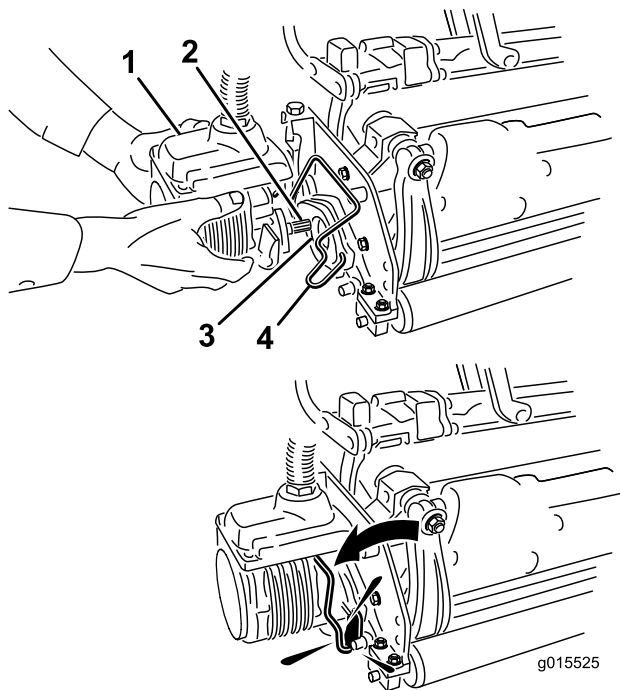

図 34
- カuttingユニット用モータのスプライン・シャフトにきれいなグリスを塗りつける（図 34）。
- モータを、カuttingユニットの左側（運転席から見て）に取り付け、カuttingユニットについているモータ固定バーを、モータの上から被せるようにセットし、モータの左右から「カチッ」というロック音が聞こえるまで押し下げる（図 34）。